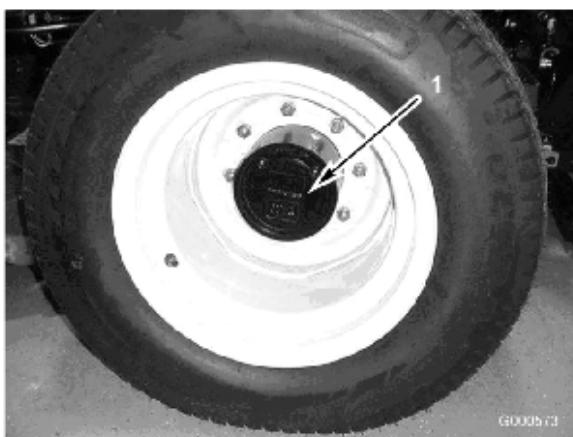

図 41
1. 平らな場所で、ホイールの点検/ドレン・プラグ(図41)が時計の2時または10時の位置に来るよう停止させる。
2. プラネタリに付いているプラグ(図41)を抜く。プラグ穴の高さまで油量があればよい。